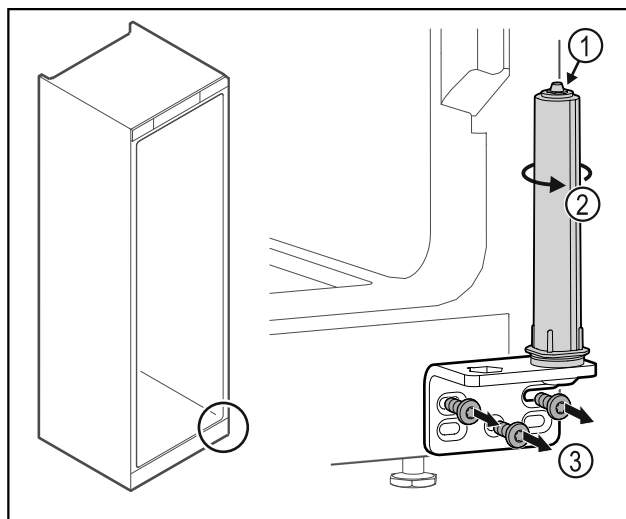

Fig. 25
- ▶ Ne razstavite sistema za zaklepanje vrat Fig. 25 (1).
- ▶ Obračajte zaporni sistem Fig. 25 (2), dokler ne klikne.
- ▶ Odvijte kotnik tečaja vrat Fig. 25 (3).